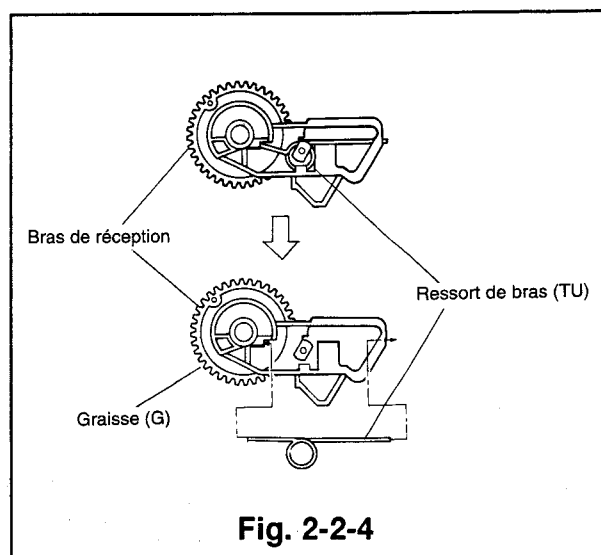

Fig. 2-2-4
- 7) Enlever le ressort de bras (TU) du bras de réception comme illustré dans la Fig. 2-2-4.